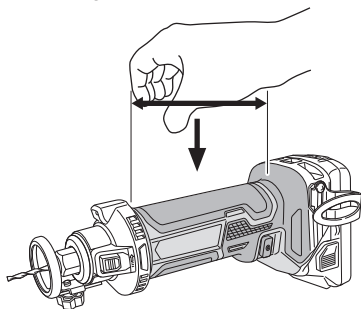

Fig. 1
10. Asegúrese de sujetar correctamente la herramienta durante la operación. De lo contrario, podrían producirse accidentes o lesiones. (Fig. 1)